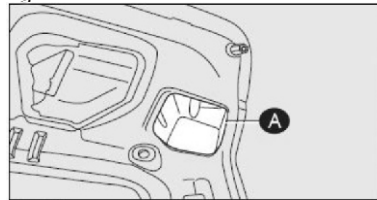

fig. 23
1) utilizando una llave phillips, quite la tapa **A-fig. 23** en la parte interna de la tapa del compartimiento de equipajes.